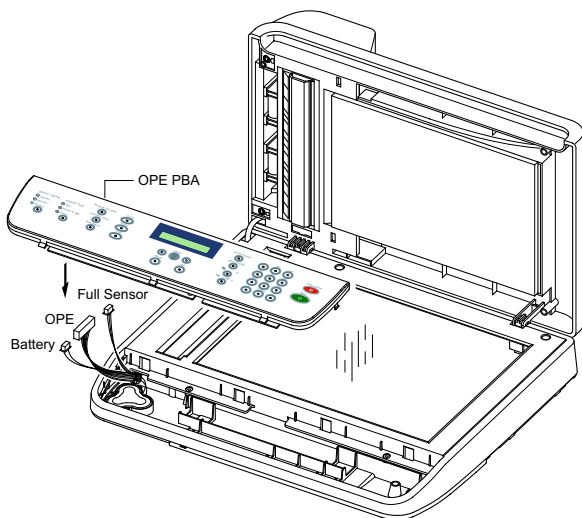

Рисунок 2
- Отсоедините три разъема (батарейка, OPE, датчик заполнения), рисунок 2